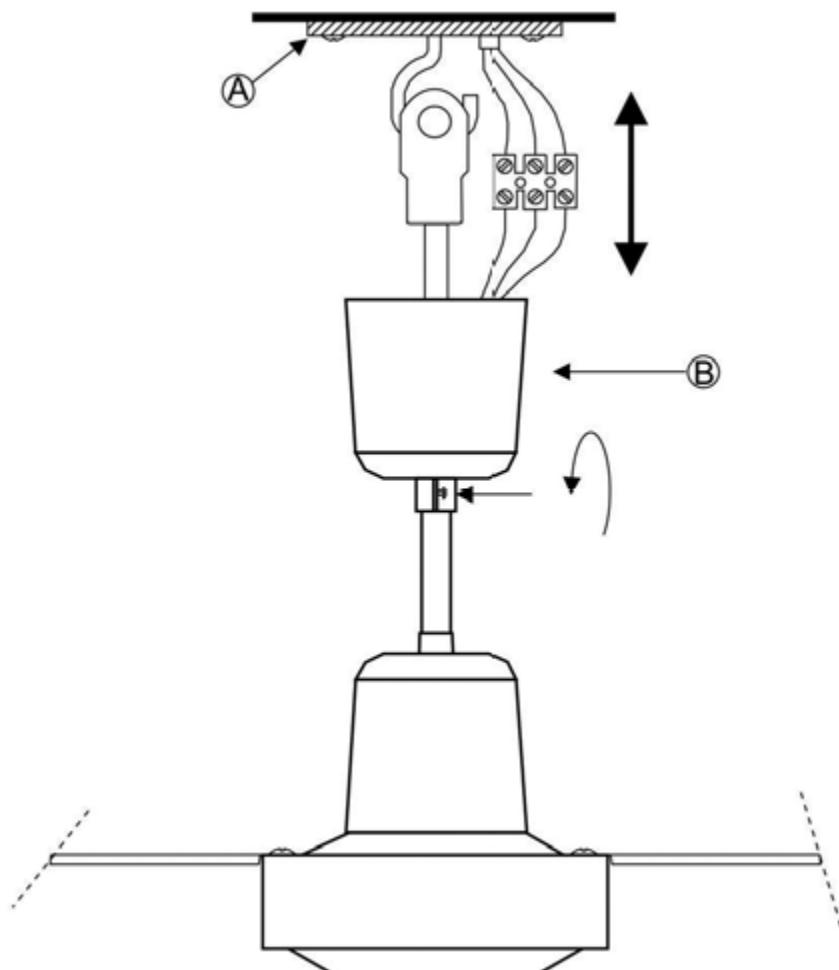

Fig.6
2. Dévisser les deux vis situées à la base du cache en forme de cône situé en partie supérieure, afin d'accéder au point de suspension et au bornier de raccordement. Suspendre le ventilateur (B) au crochet du support en tôle (A) (**Fig.6**)